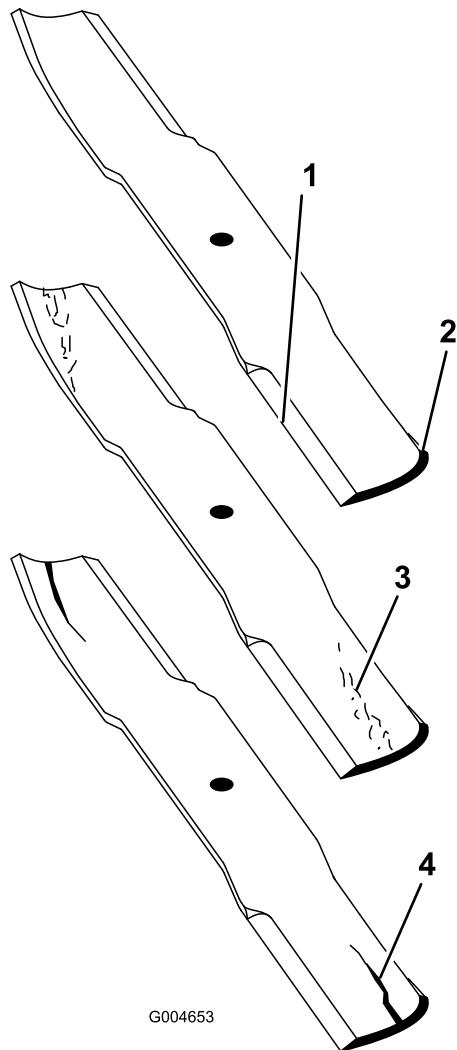

Figure 25
1. Examinez le tranchant des lames (Figure 25). Si les lames sont émoussées ou présentent des indentations, déposez-les et affûtez-les. Voir **Affûtage des lames (page 19)**.
2. Inspectez les lames, en particulier l'ailette (Figure 25). Remplacez immédiatement toute lame endommagée, usée ou qui présente une entaille (Figure 25).